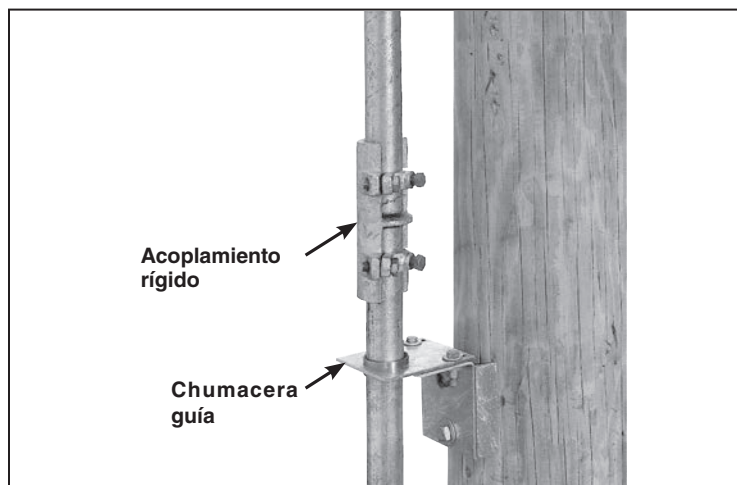

Figura 19. Instale el ensamble de la chumacera guía para la sección adicional de la tubería.
**PASO 17.** Inserte un ensamble de una chumacera guía con cada sección adicional del tubo de operación vertical posicionado de acuerdo con la dimensión mostrada en el plano de montaje. Ver Figura 19. Utilice acoplamientos rígidos para unir estas secciones adicionales de tubo. Antes de instalar el acoplamiento, haga hacia atrás los tornillos perforantes de sujeción fuera del cuerpo del acoplamiento para que no sobresalgan dentro del acoplamiento.